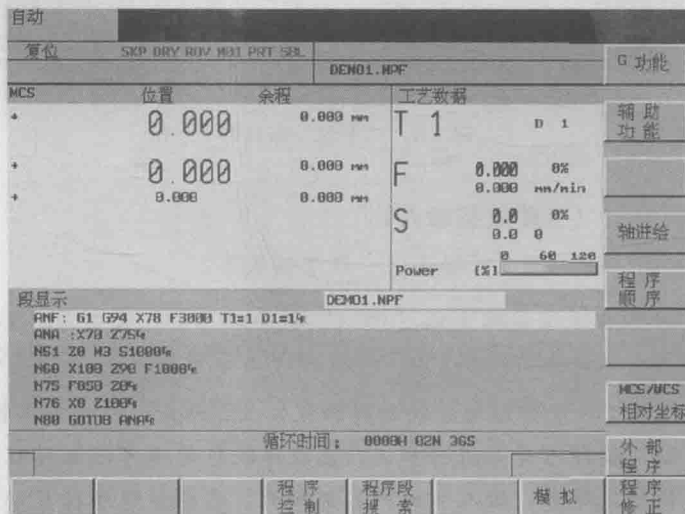

图 1-9 “自动方式”状态图
Step 02 屏幕上显示“自动方式”状态图，如图 1-9 所示，显示位置、进给值、主轴值、刀具值以及当前的程序段。